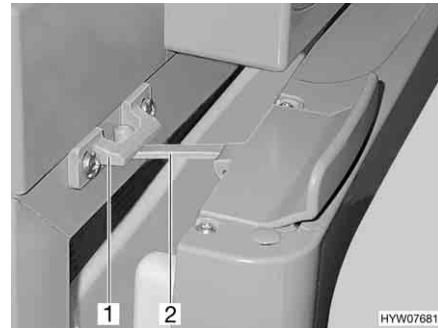

Fig. 73 Porta del frigorifero in posizione di ricircolo d'aria (Thetford)
■ Aprire il bloccaggio (Fig. 73,2) e innestarla nella sede di bloccaggio (Fig. 73,1). In questo modo la porta del frigorifero rimane ferma in posizione socchiusa.